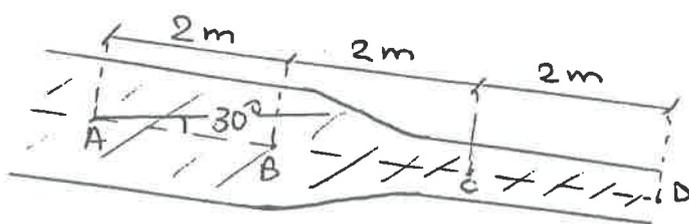

FIGURA 1
1.- Sea el depósito de grandes dimensiones que se indica en la Figura 1. La presión manométrica en la cámara de aire que hay en el interior del depósito es de 1.2 atm. La altura del nivel del agua en el depósito es de 5 m. La tubería que sale del depósito conduce el agua hacia el exterior en sentido ascendente con una inclinación de 30°, y al cabo de 5 m se reduce su diámetro a la mitad, continuando así 3 m más de tubería. 1 atm = 1.013 · 105 Pa. Calcular: